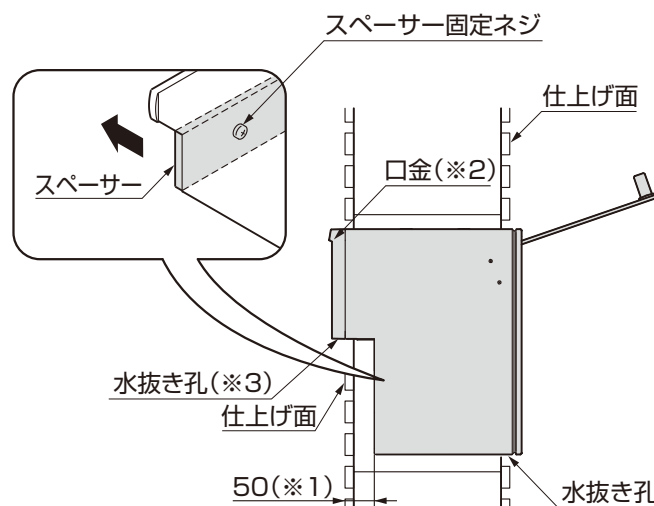

図4-6 2B05スペーサー無
- スペーサー無で施工する場合は、中仕切り板を外してから「スペーサー固定ネジ」を外してスペーサーを外してください。(図4-6参照)